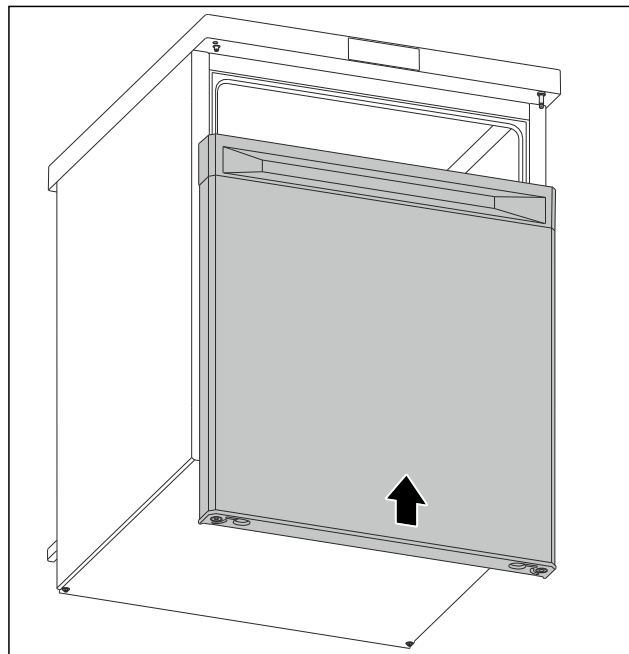

Fig. 15
- ▶ Tür im geschlossenen Zustand auf oberen Bolzen schieben. (siehe Fig. 15)